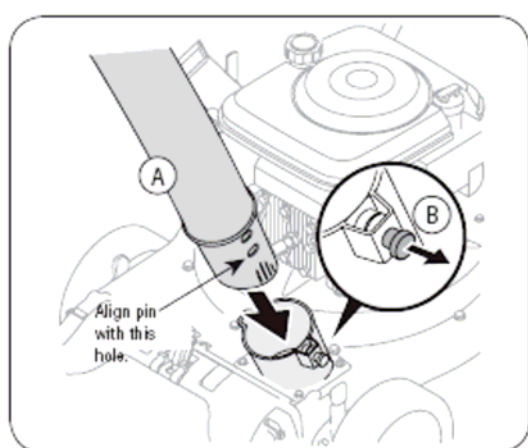

Рисунок 5.
1. Установите переходник шланга слева от садового пылесоса (смотри рисунок 5).